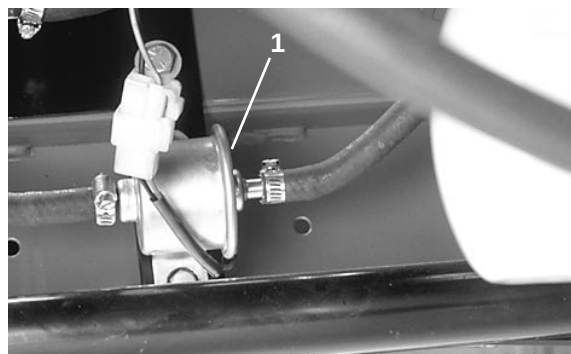

Fig. 23
1. Bloccare entrambi i tubi di alimentazione diretti al filtro carburante (Fig. 23), in modo che la benzina non scoli quando si tolgono i tubi.
3. Allentare le fascette stringitubo (Fig. 23) da ciascun lato del filtro; estrarre i tubi di